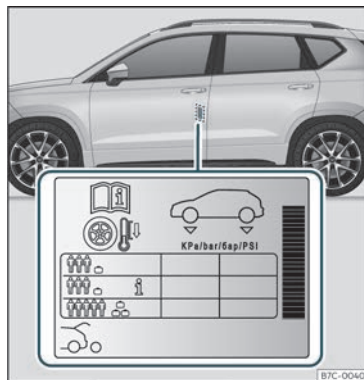

Fig. 264 Ubicació de l'adhesiu de la pressió d'inflament dels pneumàtics.
- Adapteu la pressió dels pneumàtics a la càrrega que porta el vehicle >>> **fig. 264.**
Els valors de la pressió d'inflament s'indiquen a l'etiqueta adhesiva situada a la zona posterior del marc de la porta davantera esquerra >>> **fig. 264.**
En funció del vehicle, es pot adaptar la pressió d'inflament dels pneumàtics a mitja càrrega per augmentar el confort de marxa (pressió d'inflament **i** >>> **fig. 264**). Quan se circula amb la pressió d'inflament de confort, es pot incrementar lleugerament el consum de combustible.
rà carregat al màxim, heu d'augmentar la pressió d'inflament al valor màxim de càrrega indicat a l'etiqueta adhesiva >>> **fig. 264.**
En el cas d'una roda d'emergència minimitzada (125/70 R18), infieu-la a 4,2 bar de pressió segons s'indica a l'etiqueta de pressió dels pneumàtics >>> **fig. 264.**
- El conductor és responsable que tots els pneumàtics del vehicle estiguin inflats a la pressió correcta. La pressió d'inflament recomanada s'indica en un adhesiu >>> **fig. 264.**
- Amb els pneumàtics en fred, s'ha de mantenir sempre la pressió indicada a l'adhesiu >>> **fig. 264.**